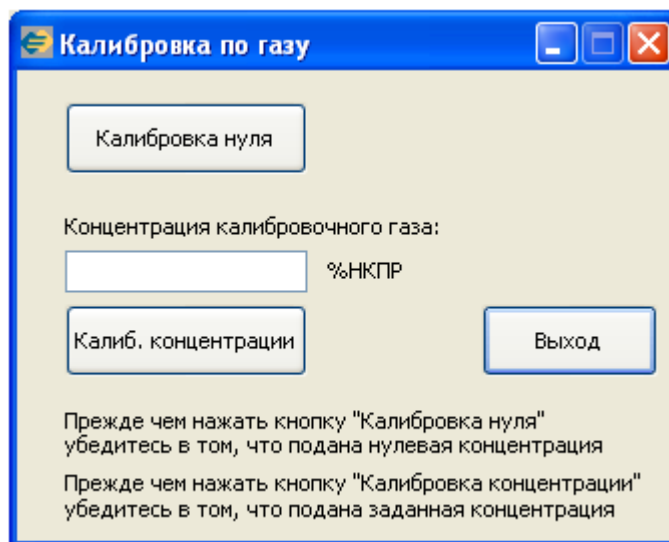

Рисунок 7 - окно «Калибровки по газу»
1. Нажмите кнопку «Калибровка сенсора», после этого отобразится окно калибровки по газу (рисунок 7).
9. Введите концентрацию калибровочного газа (рисунок 7).